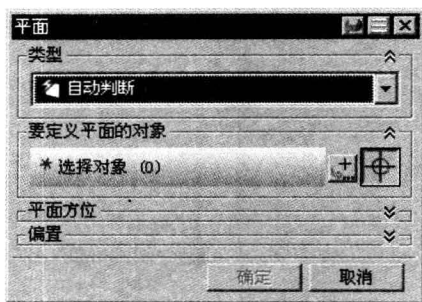
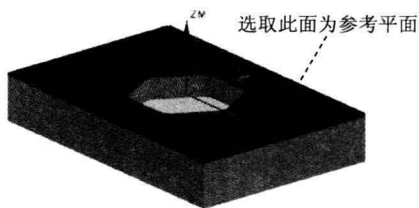

图 1.4.7 “平面”对话框
图 1.4.8 选取参考平面
Step2. 单击“平面对话框”按钮 ，系统弹出图 1.4.7 所示的“平面”对话框，选取图 1.4.8 所示的模型表面为参考平面，在“平面”对话框 **偏置** 区域的 **距离** 文本框中输入值 3.0。